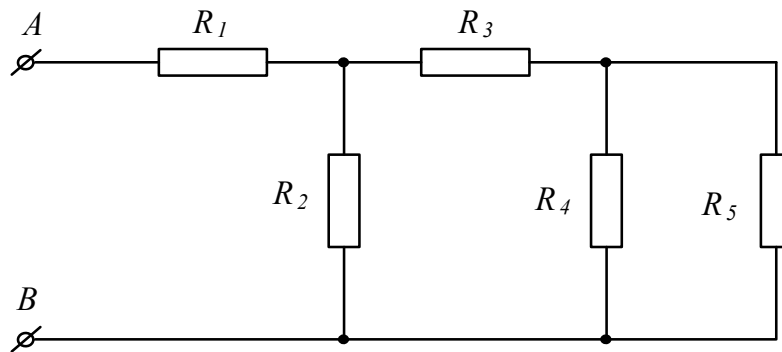

Рисунок 5
**Задача 2.** Определить эквивалентное сопротивление цепи (рис.5) между зажимами АВ, если  $R_1=2,50\text{Ом}$ ,  $R_2=60\text{Ом}$ ,  $R_3=20\text{Ом}$ ,  $R_4=1,50\text{Ом}$ ,  $R_5=30\text{Ом}$